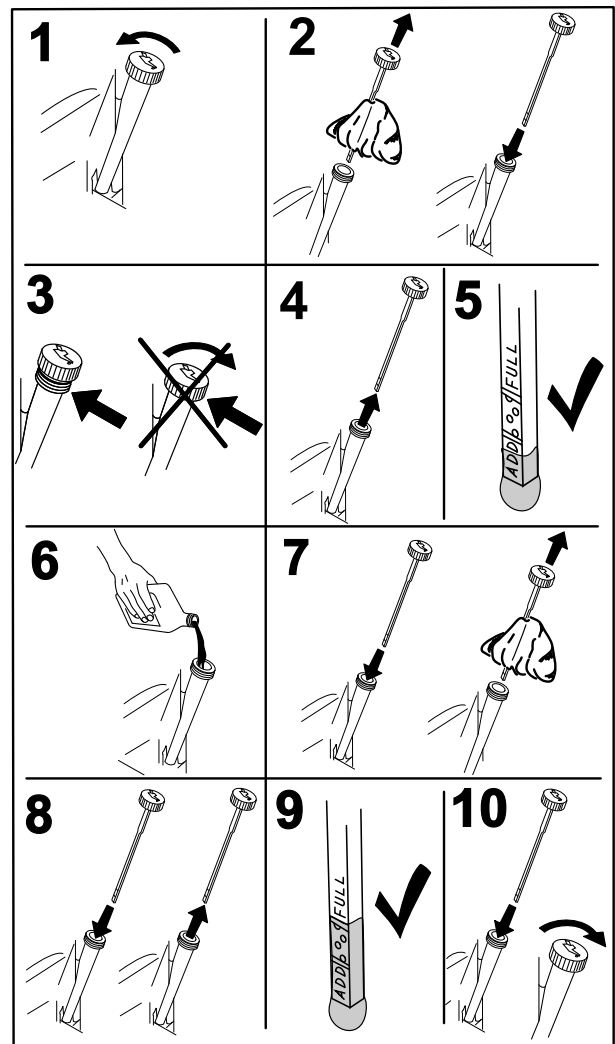

Figure 32
3. Pour éviter de faire tomber de l'herbe, de la poussière, etc., dans le moteur, nettoyez la surface autour du bouchon de remplissage/jauge de niveau d'huile, avant de l'enlever (Figure 32).